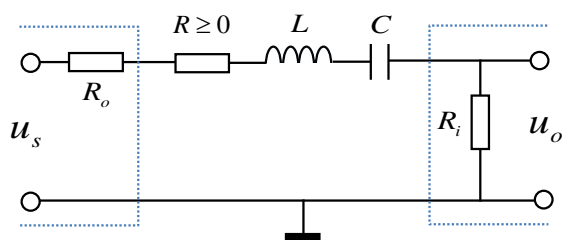

图 2 RLC 串联谐振电路
- (1) 使用基本要求中完成的正交扫频信号源，制作频率特性测试仪。
- (2) 制作一个 RLC 串联谐振电路作为被测网络，如图 2 所示，其中  $R_i$  和  $R_o$  分别为频率特性测试仪的输入阻抗和输出阻抗；制作的频率特性测试仪可对其进行线性扫频测量。
5. 参考图 2，本题被测网络电压增益取： $A_v = 20\lg \left| \frac{u_o}{\frac{1}{2}u_s} \right|$